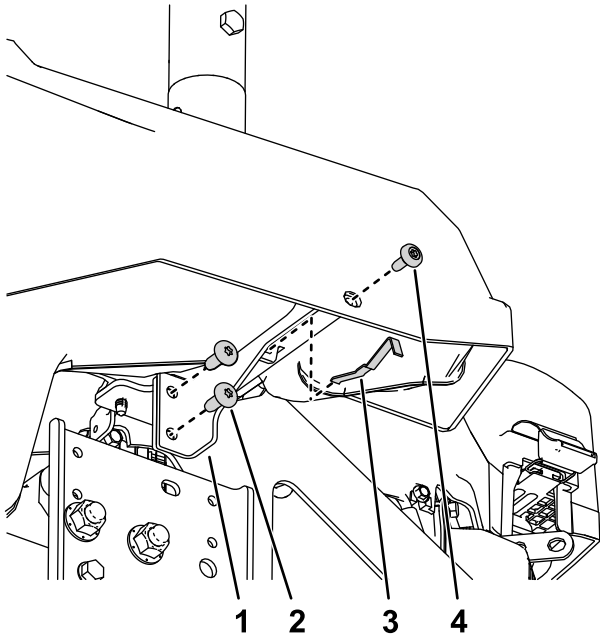

Figure 9
- Fixez le support de carénage gauche sur le cadre de la machine à l'aide de 2 vis autotaraudeuses (5/16" x 3/4") et des pièces déposées sous 1 Préparation de la machine \(page 3\), comme montré à la Figure 9.